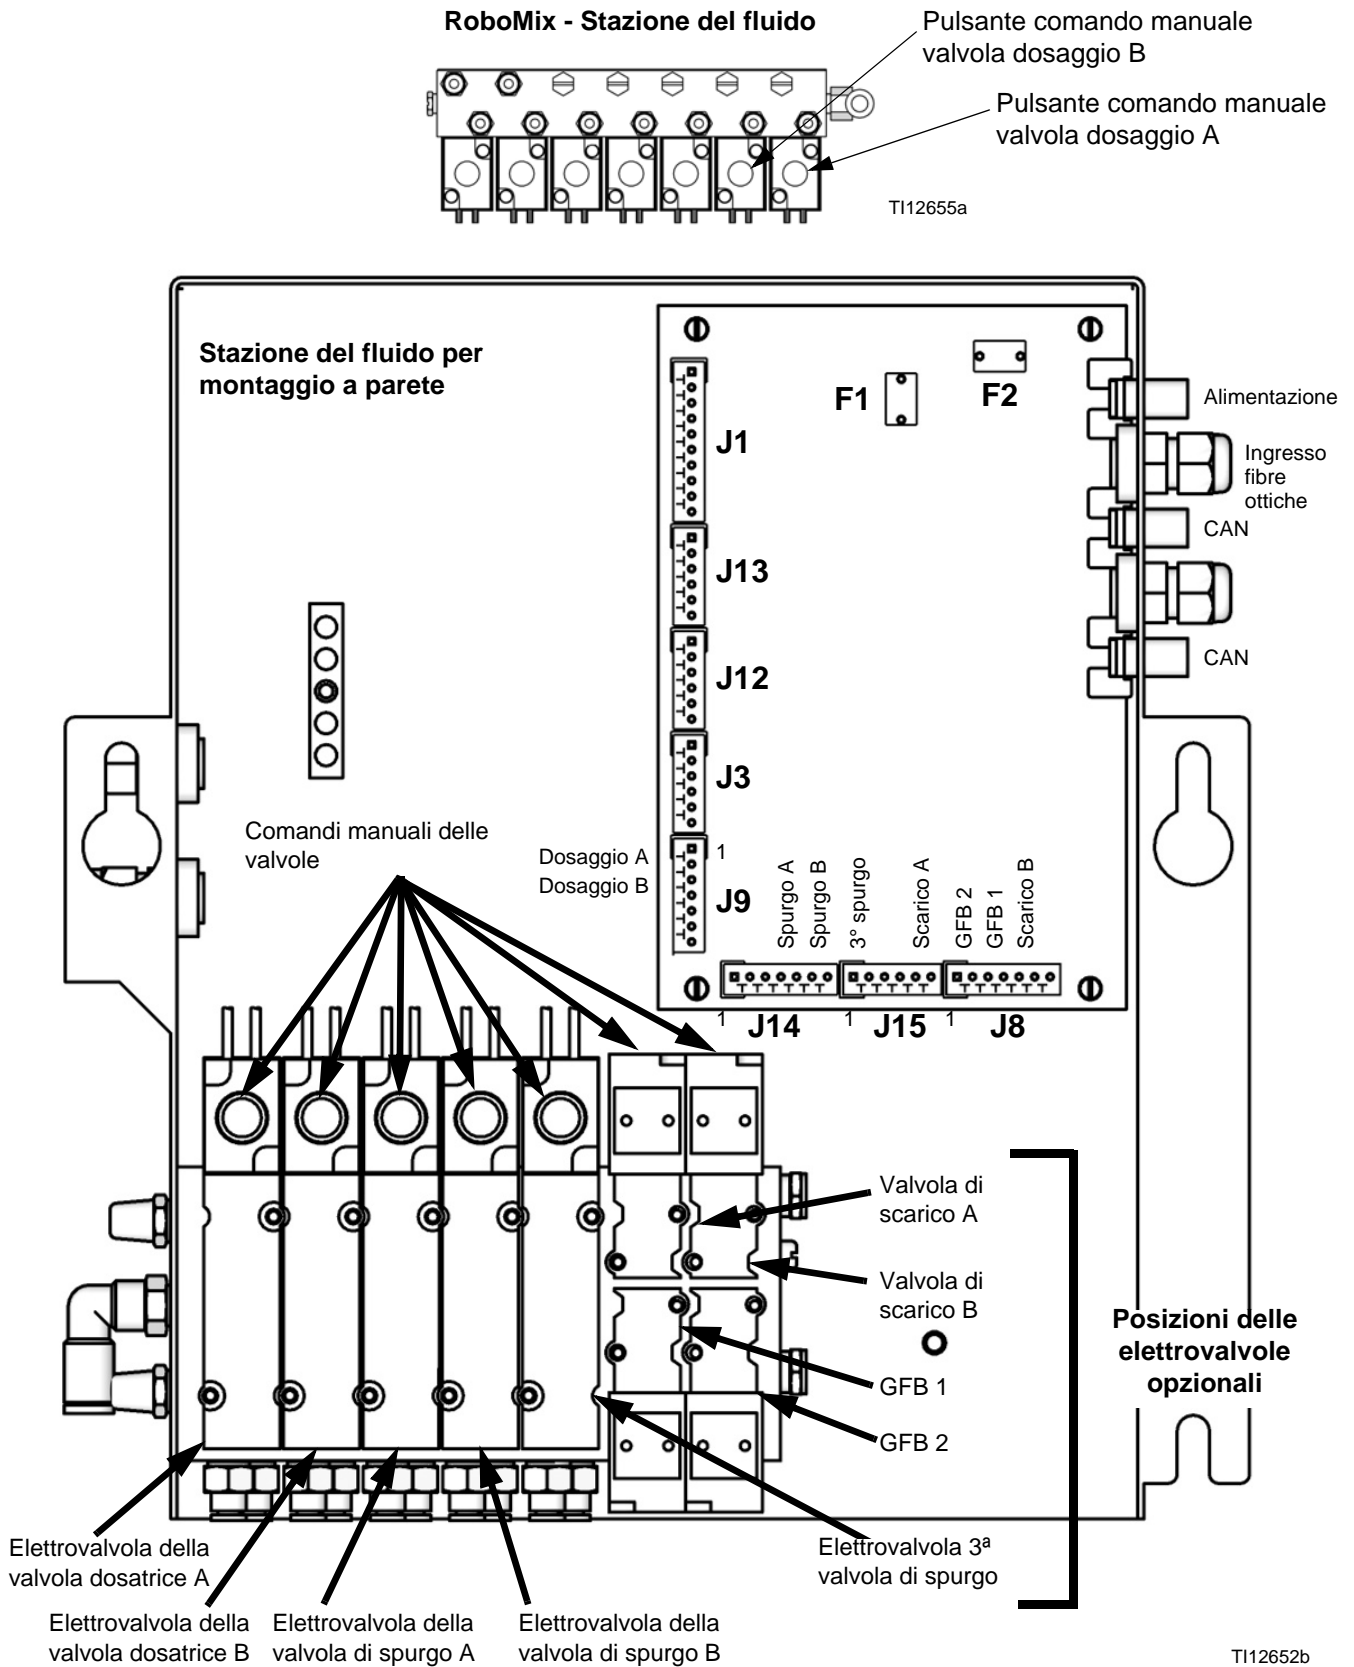

FIG. 117 Elettrovalvole del fluido
2. Con la pistola attivata, premere il comando manuale sulle elettrovalvole delle valvole dosatrici A e B per scaricare la pressione. Vedere FIG. 117.
5. Con la pistola attivata, premere il comando manuale delle elettrovalvole delle valvole di spurgo A e B per scaricare la pressione dell'aria e del solvente. Vedere FIG. 117. Verificare che la pressione del solvente sia ridotta a 0.
3. Tenere premuto il comando manuale dell'elettrovalvola della valvola di scarico A, FIG. 117.
5. Tenere premuto il comando manuale elettrovalvola della valvola di scarico B, FIG. 117.
7. Tenere premuto il comando manuale dell'elettrovalvola della valvola di scarico A, FIG. 117.
9. Tenere premuto il comando manuale elettrovalvola della valvola di scarico B, FIG. 117.
4. Rimuovere il coperchio della stazione del fluido per accedere alle elettrovalvole. Vedere FIG. 117 a pagina 108.